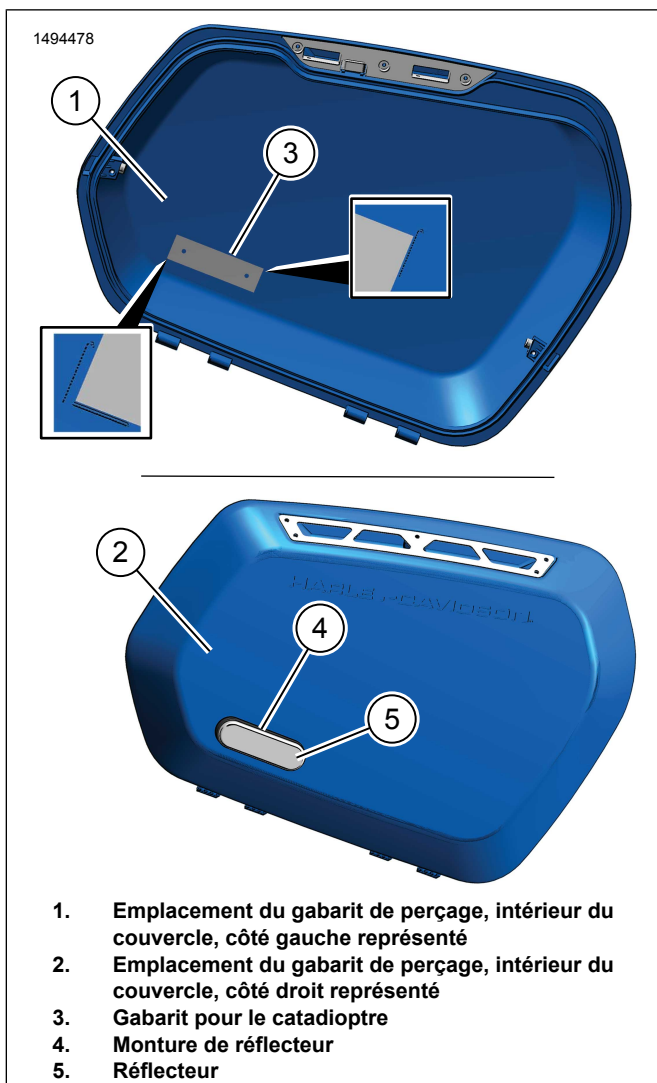

Figure 2.
1. Figure 2 Placer le gabarit de perçage sur le couvercle.
5. Fixer le boîtier du catadioptré (4) sur l'extérieur du couvercle au support du catadioptré à l'aide de vis. Serrer à la main.
6. Installer le catadioptré (5).